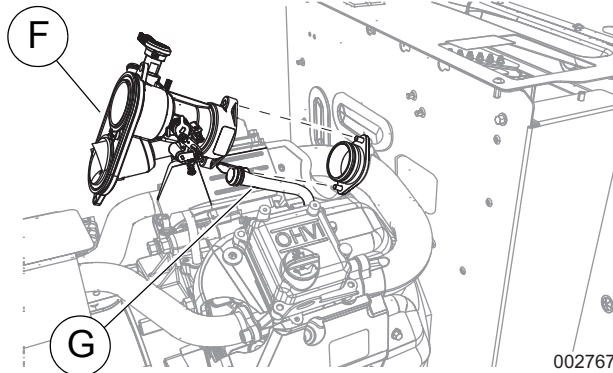

Рисунок 9. Отсоединение смесителя
- См. **Рисунок 9**. Отсоедините и снимите смеситель (F), чтобы получить доступ к шлангу сапуна (G).